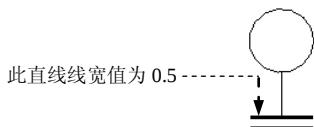

图 9.2.23 草绘符号
(1) 在符号编辑窗口用草绘工具绘制图 9.2.23 所示的符号。
- 将图 9.2.23 所示的草绘圆的直径值设置为 10, 具体操作: 选取草绘圆并右击, 在系统弹出的快捷菜单中选择 **编辑直径值** 命令, 在系统 **输入直径的值** 的提示下, 输入直径值 10。
- 将图 9.2.23 所示的直线线宽值设置为 0.5, 其余线宽值为默认值。